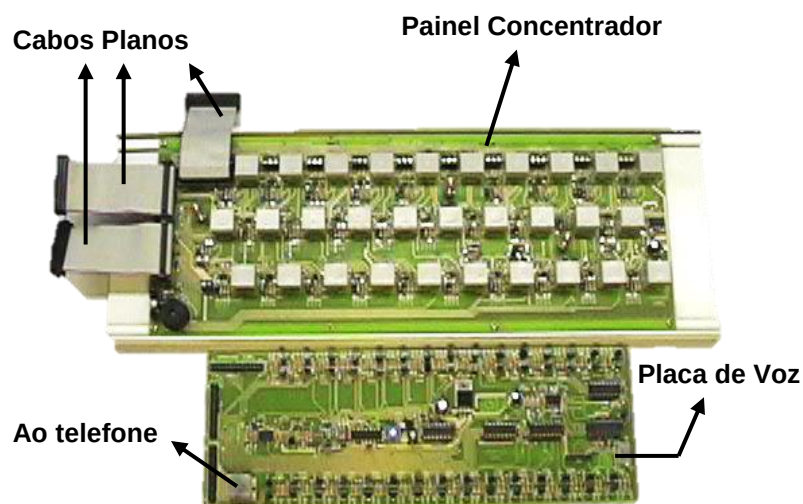

Figura 16 – Placas do Painel
- e. Se o Sistema de Chamada for configurado com Viva-Voz, remova as três porcas de fixação da placa de voz bem como os cabos planos que a conectam com a placa de sinalização. Em seguida, remova a placa de voz. Veja a **Figura 16** abaixo.